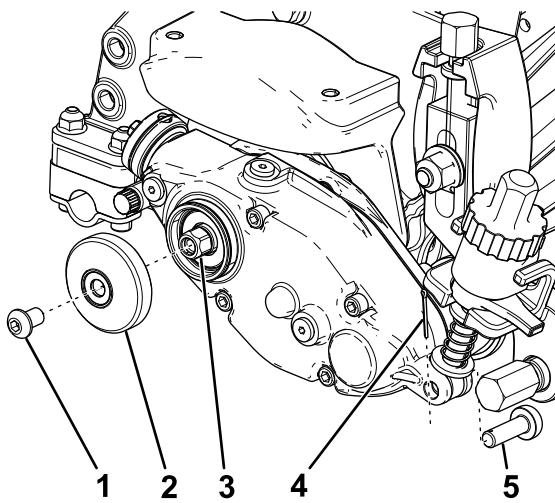

Bild 9
1. Befestigen Sie die äußere Abdeckung des Groomerantriebs mit der vorher entfernten Sechskantschraube (Bild 9).
2. Schieben Sie den Einstellerstift durch die Einstellerarmstange und den Groomerantrieb und befestigen Sie ihn mit einem Splint (**Bild 9**).